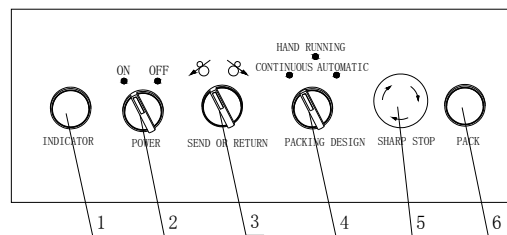

图 4-1
#### 4.1 控制面板功能（见图 4-1）
- a. 接通空气开关见图 4-1 所示, 此时电源指示灯亮。